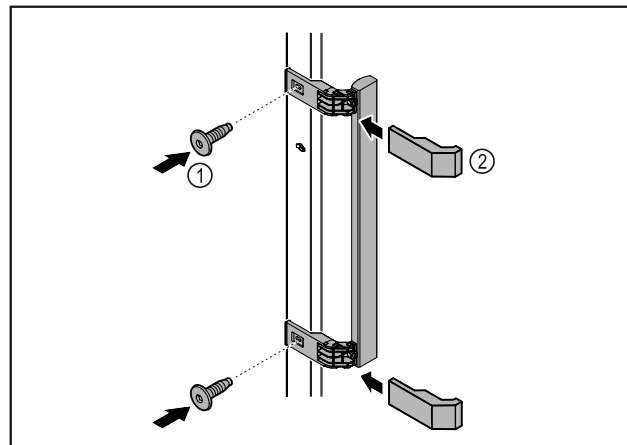

Fig. 3
- ▶ Upevnite držadlo z príslušenstva na dvere pomocou priložených skrutiek Fig. 3 (1).
- ▶ Nasadte kryt Fig. 3 (2).